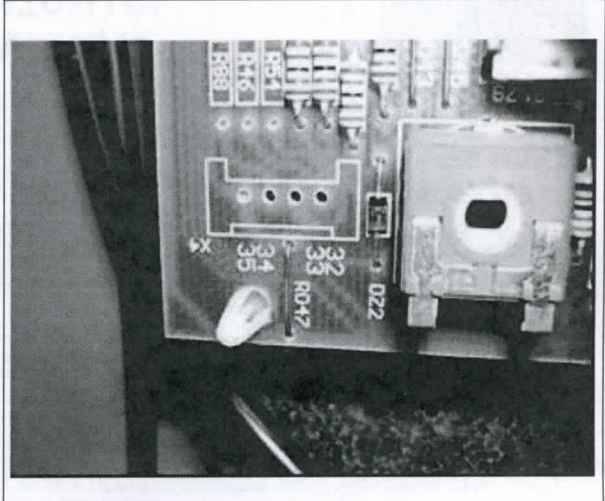
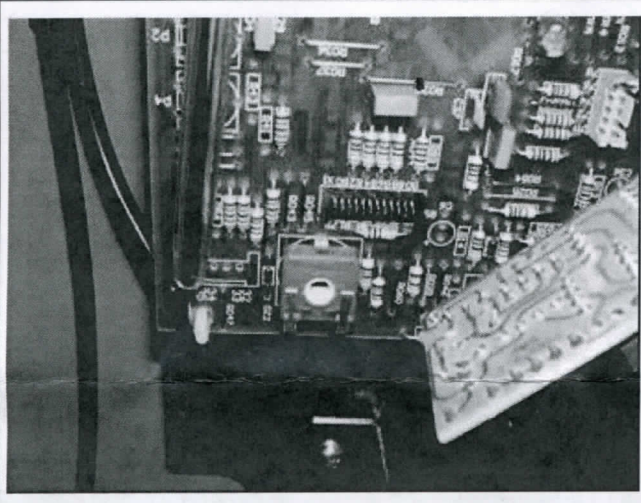

Fig. 4 – Pic. 4
Fig. 5 – Pic. 5
4. Rimuovere completamente la scheda agendo sui distanziali con un cacciavite (**Fig. 4 – Fig. 5**)
9. Procedere con il fissaggio della scheda attraverso i distanziali di **Fig. 4** e ripristinando tutti i collegamenti elettrici. A tale proposito verificare i collegamenti con lo schema del quadro elettrico del generatore. Il risultato finale è indicato in **Fig. 10**.
9. Fix the new electronic board (**Fig. 4**) and replace the electrical connection (**Pic. 10**).